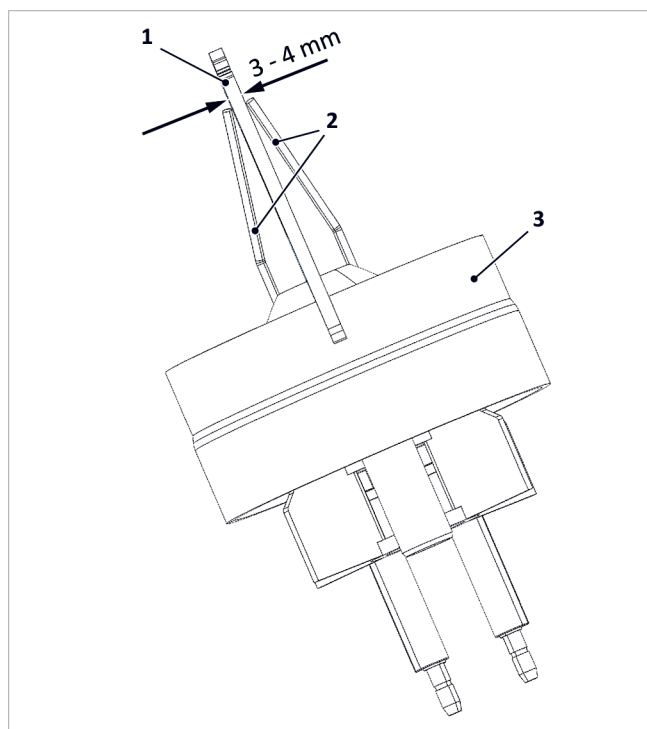

Abb. 145: Abstand Zündelectroden prüfen
3. Abstände der Electroden wie in → Abb. 145 gezeigt kontrollieren, ggf. durch Biegen korrigieren.